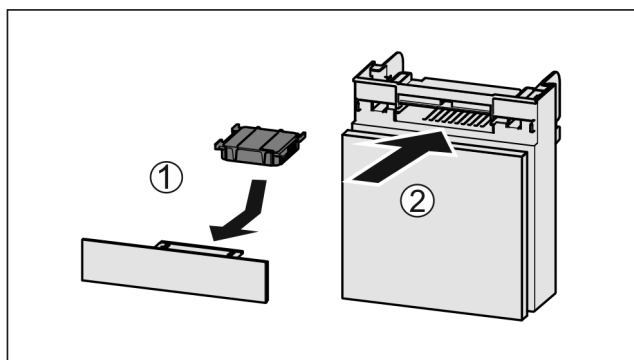

Fig. 219
- ▶ Filtr s aktivním uhlím vložte podle vyobrazení Fig. 219 (1).
- ▶ Zásuvku zasuňte Fig. 219 (2).